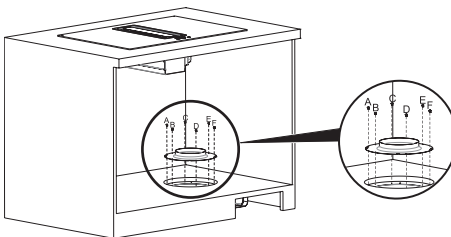

Abb. 28
- 4.** Lösen Sie die Schrauben A,B,C,D,E,F der Luftauszugsverbindung auf dem Motor (Abb. 28).